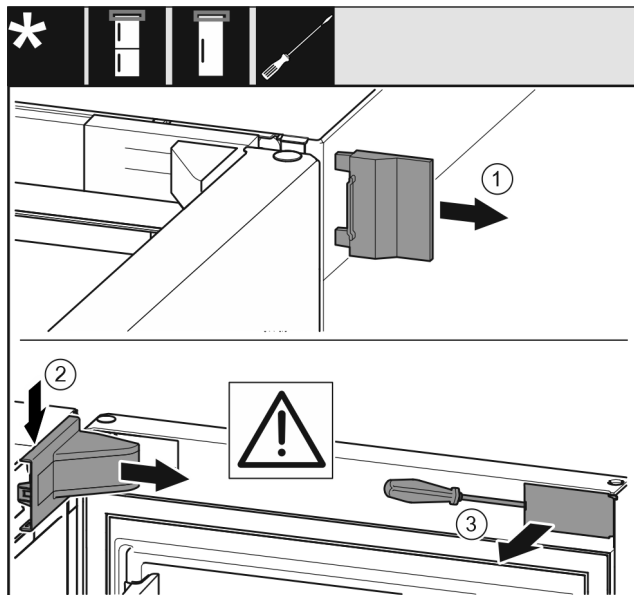

Fig. 12 *
- Свалете външния капак Fig. 12 (1)*
- Освободете и свалете капака на лагерната стойка Fig. 12 (2)*
- Освободете капачката Fig. 12 (3) с плоска отвертка и я завъртете настрана.*